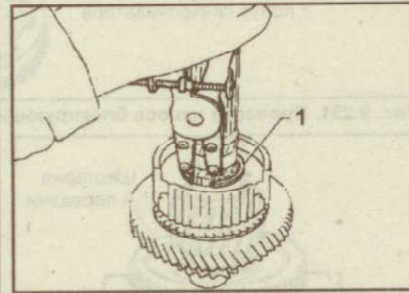

Рис. 9.226. Снятие стопорного кольца (1)
6. Снимите стопорное кольцо (рис. 9.226).